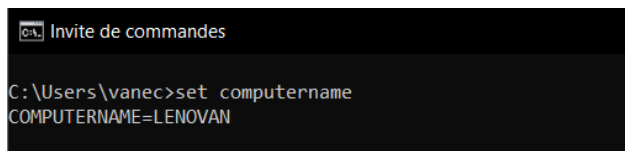

Figure 65
- A l'ouverture de l'invite de commandes, saisir la commande **set computername**, puis valider. Noter le nom du PC (Figure 65).